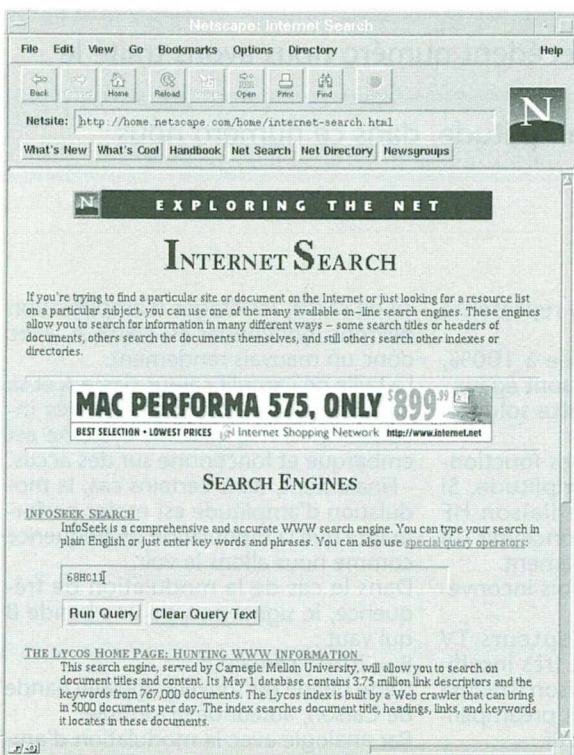

Figure 4
suivante : une petite boîte de dialogue vous demande des mots clés sur ce que vous recherchez. Dans notre cas : 68HC11 (voir la figure 4). Un simple clic sur « RUN QUERY » vous propulse directement sur une page contenant parfois jusqu'à 100 adresses de sites susceptibles de contenir les informations demandées (figure 5). Ainsi, en quelques minutes seulement et sans aucun indices préalables, vous pouvez trouver un compilateur C pour votre 68HC11...
■ Figure 4 : schéma de l'émetteur.
Le schéma de principe de l'émetteur vidéo modulation de fréquence est représenté à la **figure 4**.